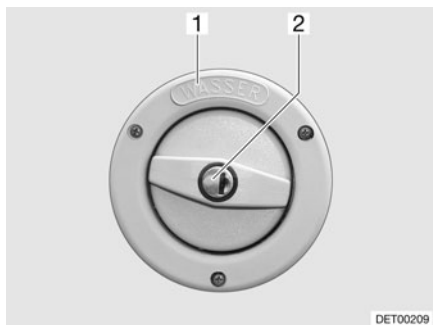

Fig. 155 Couvercle de fermeture du bec de remplissage d'eau fraîche
Le bec de remplissage d'eau fraîche est désigné par l'inscription "WASSER" (eau) (Fig. 155,1). Le couvercle de fermeture est ouvert et verrouillé à l'aide de la clé pour les serrures extérieures.
- Insérer la clé dans le barillet (Fig. 155,2) et la tourner d'un quart de tour dans le sens inverse des aiguilles d'une montre.
- Ouvrir le bec de remplissage d'eau fraîche (Fig. 155).